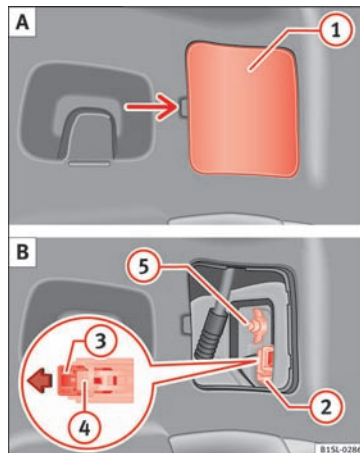

Fig. 149 I siden af bagagerummet: A: Afmontering af afdækning. B: Afmontering af baglygte
2. Vip forsigtigt afdækningen ① af » Fig. 149 A.
3. Træk låsemekanismen ③ på tilslutningsstikket ② i pilens retning » Fig. 149 B. Anvend i den forbindelse skruetrækkeren fra bilens værktøj som hjælp.
4. Tryk på fastgørelsen ④, og træk tilslutningsstikket ② af » Fig. 149 B.
5. Skru vingemøtrikken ⑤ af » Fig. 149 B.
12. Hold baglygten i monteringsposition med den ene hånd, og skru vingemøtrikken ⑤ fast med den anden hånd » Fig. 149 B.
14. Sæt tilslutningsstikket ② på pæreholderen, og tryk låsemekanismen ③ ind i stikket modsat pilens retning » Fig. 149 B.